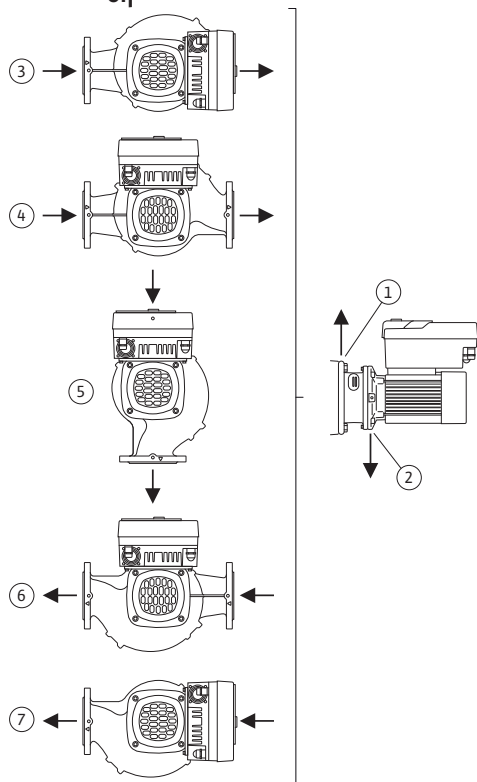

Fig. 17: Επιτρεπόμενες θέσεις τοποθέτησης με οριζόντιο άξονα
- Με άξονα κινητήρα σε οριζόντια θέση, είναι απαραίτητο η σπή εκροής συμπυκνωμάτων να είναι στην κάτω πλευρά (Fig. 17, θέση 2). Ενδεχομένως θα πρέπει να στραφεί ο κινητήρας.